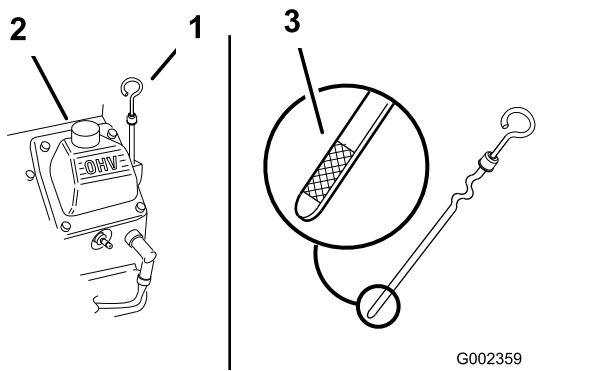

Figura 44
2. Curățați în jurul joiței de ulei (Figura 44) astfel încât murdăria să nu pătrundă în orificiul de umplere și să nu deterioreze motorul.
3. Îndepărtați joja, tergeți-o și montați-o până când este complet aezată (Figura 44).
4. Îndepărtați joja de ulei și verificați nivelul uleiului. Nivelul uleiului trebuie să se încadreze între cele 2 marcaje „F” full (nivel complet) și „L” low (nivel scăzut) de pe jojă (Figura 44).
5. Dacă nivelul uleiului este în dreptul marcajului „L” low (nivel scăzut), îndepărtați capacul tubului de umplere (Figura 44) și adăugați uleiul specificat până când nivelul acestuia ajunge la marcajul „F” full (nivel complet) de pe jojă.